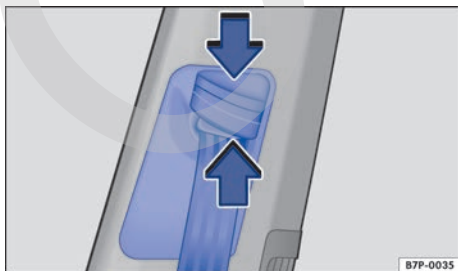

Fig. 13 Junto a los asientos delanteros: regulador de la altura del cinturón.
- Comprima el dispositivo de reenvío en el sentido de las flechas y manténgalo en esta posición → **fig. 13**.